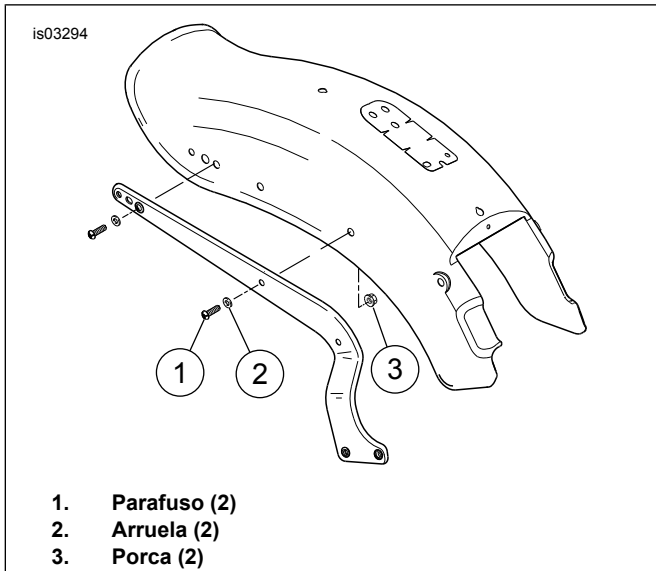

Figura 1. Remova as ferragens (FXST)
1. Veja a Figura 1. Remova e descarte os parafusos (1) e arruelas (2) originais do suporte do pára-lamas.